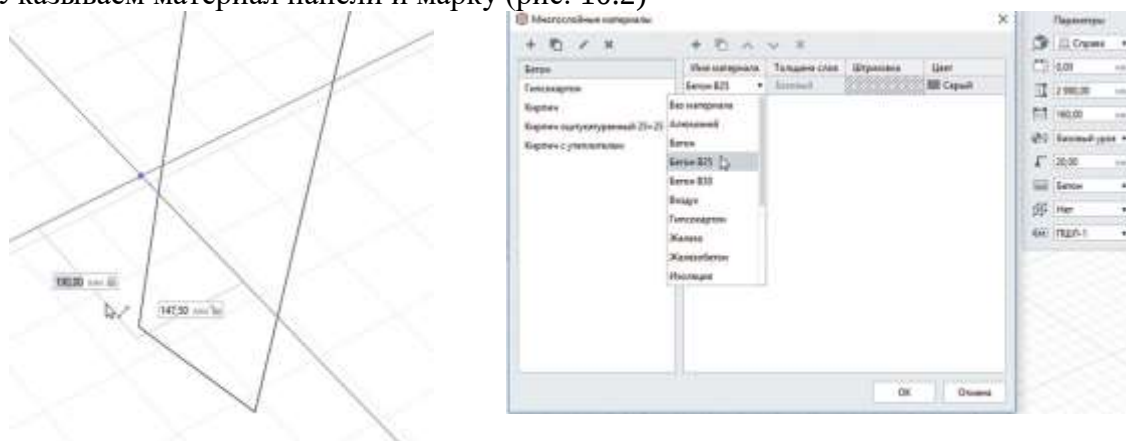

Рисунок 10.2. Привязки при создании стены. Задание материала и марки панели
2. При переходе с 2Dпроектирования на BIM не стоит пугаться того, что все надо делать в 3D. Привычные плоскости никуда не делись. Построим проем под дверь лифта на плоском виде (рис.10.2). Для начала зададим нужные ему габариты и форму на панели параметров. Проектировать лучше на 3D, так как 2D не дает нам визуального представления расположения двери по высоте, где в 2Dпроектировании можно допустить ошибку. Указываем материал панели и марку (рис. 10.2)